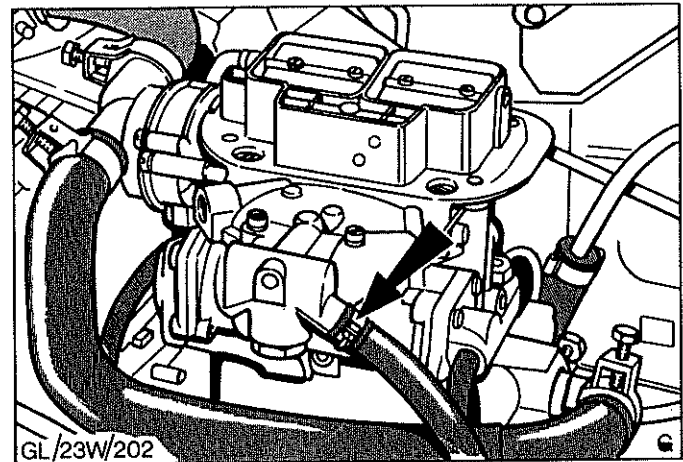

Abb.14 Kraftstoff-Einlaßstutzen beim Weber-Registervergaser
- Beachte: Darauf achten, daß der Schraubenkopf der Schlauchschellen weder über den Schlauch hervorsteht, noch andere Teile berührt, Abb.14.